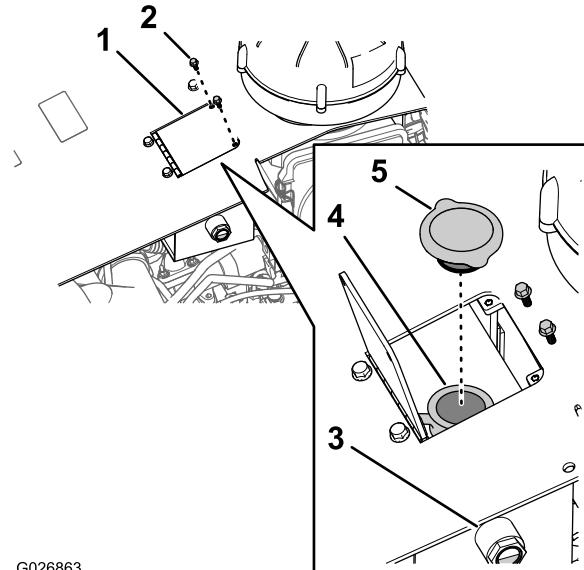
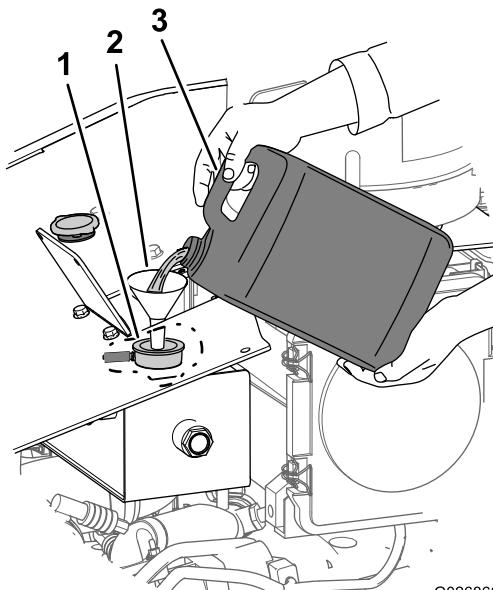

Рисунок 98
Рисунок 105
- Проверьте уровень охлаждающей жидкости по указателю на торцевой поверхности расширительного бачка (Рисунок 98).
- A. Выверните 2 болта с шестигранной головкой, которыми дверца крепится к капоту машины, и откройте дверцу бака (Рисунок 98).
- B. Снимите крышку с расширительного бачка и долейте охлаждающую жидкость до средней точки на указателе (Рисунок 98).
2. Выверните 2 болта с шестигранной головкой, которыми дверца бака крепятся к капоту машины, и откройте дверцу (Рисунок 98).
3. Снимите крышку расширительного бачка (Рисунок 98).
1. Снимите крышку радиатора с расширительного бачка (Рисунок 98).
2. Залейте в систему охлаждения смесь охлаждающей жидкости указанного типа (Рисунок 105) так, чтобы ее уровень дошел до средней точки указателя (Рисунок 98).
3. Установите крышку расширительного бачка (Рисунок 98).